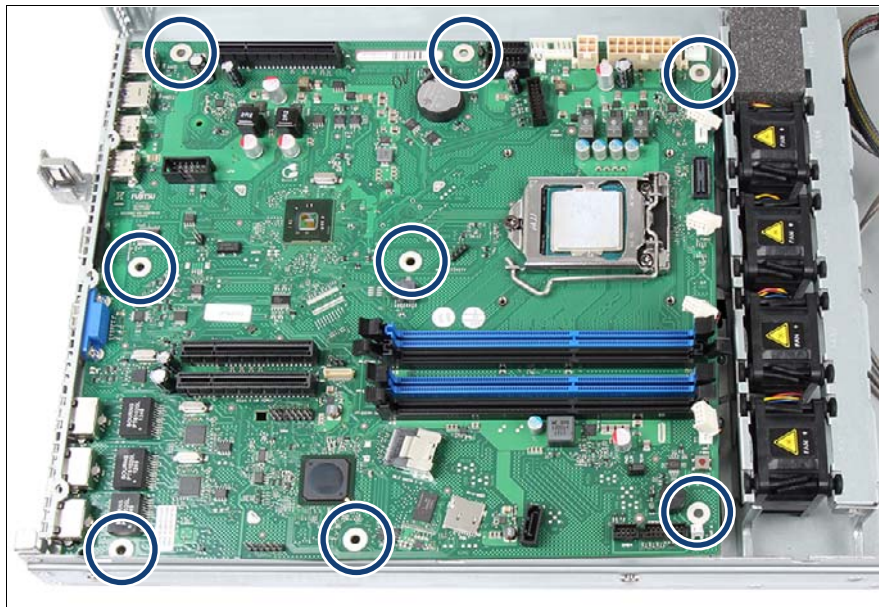

図 206: ネジの位置
- ▶ システムボードを 8 本のネジで固定します（276 ページ の 図 206 を参照）。